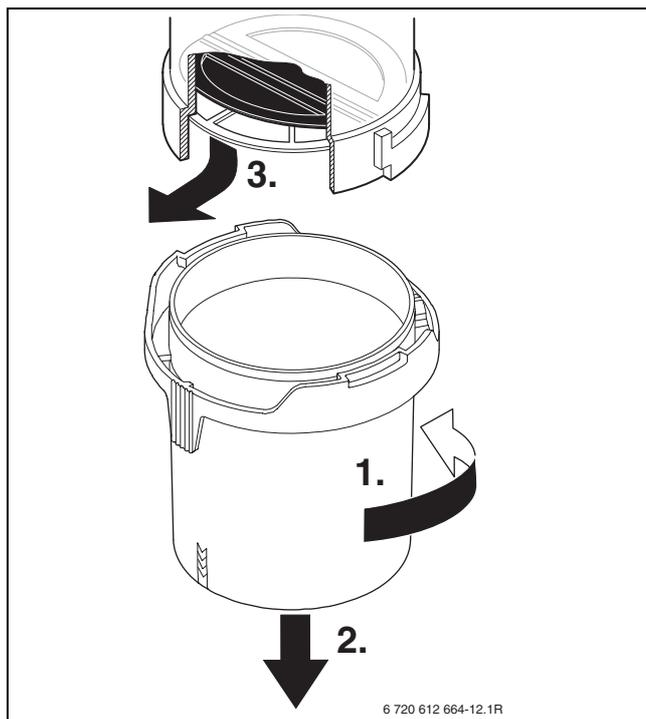

Fig. 70
- ▶ Aprire il miscelatore aria/gas (fig. 70, rif. 1 e 2).